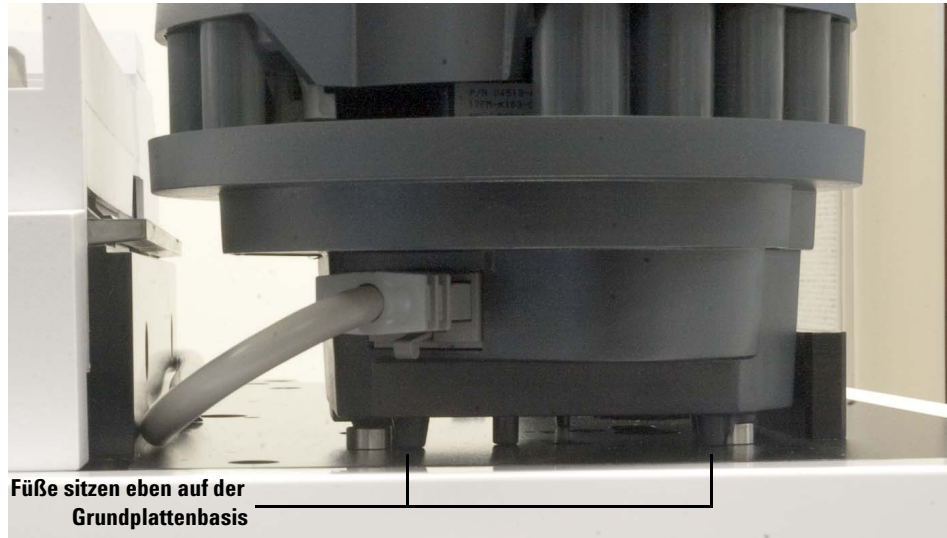

Abb. 20 Installation des vorderen Turms auf der Grundplatte
- 3 Setzen Sie den vorderen Turm mit angeschlossenem Übertragungskabel auf die vordere Position der Grundplatte und der Halterungsstange. Stellen Sie sicher, dass der Turm exakt ausgerichtet ist, damit er eben auf der Grundplattenbasis aufsitzt (Abb. 20).
- 7 Setzen Sie den hinteren Turm mit angeschlossenem Übertragungskabel auf die hintere Position der Grundplatte und der Halterungsstange. Stellen Sie sicher, dass der Turm exakt ausgerichtet ist, damit er eben auf der Grundplattenbasis aufsitzt (Abb. 20).